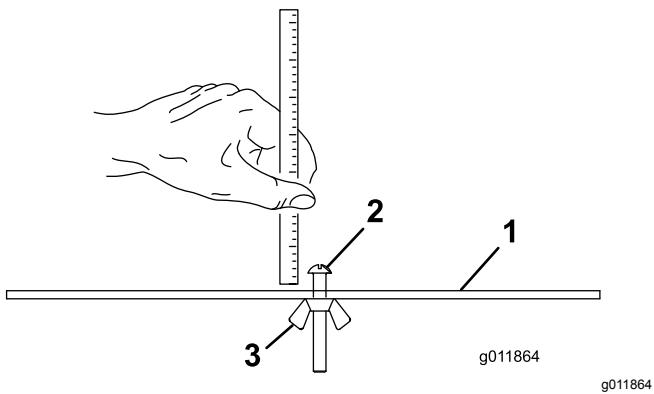

**Figura 16**
1. Afloje las contratueras que sujetan los soportes de ajuste de la altura de corte a las chapas laterales de la unidad de corte (Figura 16).